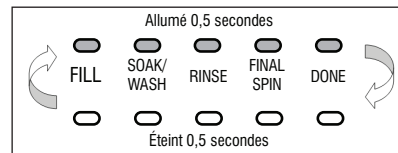

Figure 2 - Les témoins DEL clignotent d'allumé à éteint
- Changer le bouton sélecteur de programme jusqu'à ce que les témoins DEL clignotent d'allumé à éteint (voir figure 2, page 22).